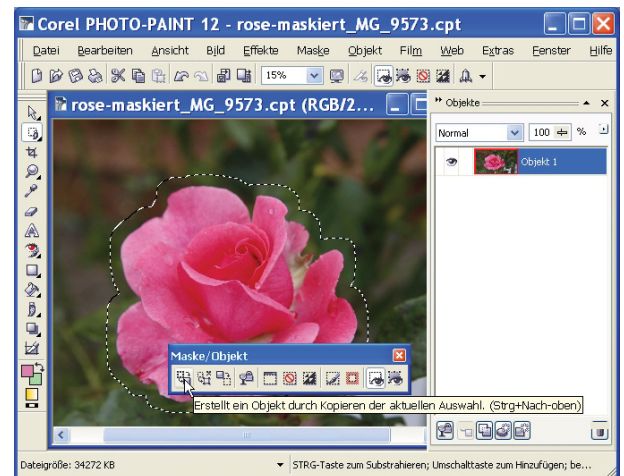

Abb. 10-29: Kopieren der Auswahl mit erweitertem Maskenumriss
- **ERWEITERN/REDUZIEREN:** Mit diesen Funktionen kann eine Auswahl verkleinert oder vergrößert (vgl. Abb. 10-28 und Abb. 10-29) werden.